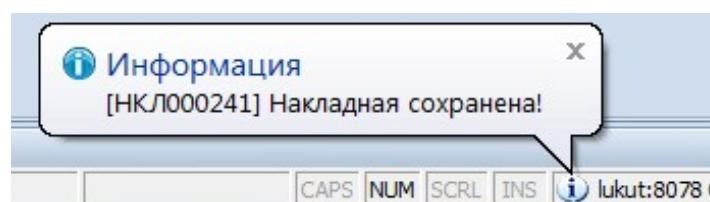

Рисунок 132.Пример сообщения в окне "Информация"
- в окне «Информация» появится сообщение о сохранении выписанной накладной (рис. 132).